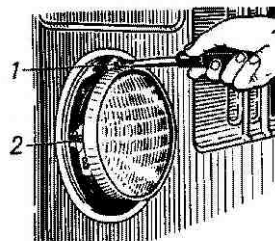

Рис. 41. Регулировка установки фар:
4. Включить дальний свет и, закрыв одну из фар плотной тканью, установить другой регулировочными винтами 1 (рис. 41) и 2 так, чтобы центр светового пятна находился на